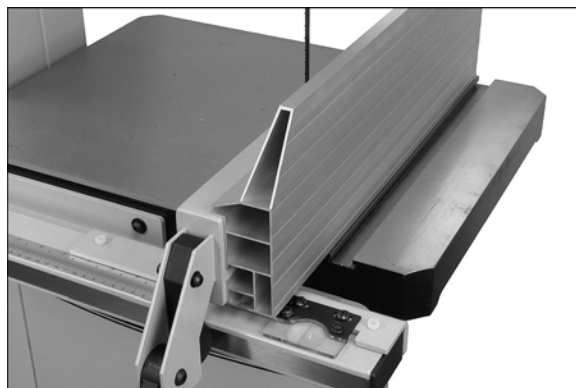

Рис. 11.
1. Сдвиньте упор к краю углового паза, как показано на Рис. 11. Упор должен располагаться вровень с угловым пазом вдоль всей длины.